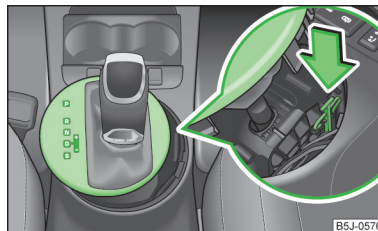

Fig. 112
- Con un dito premere il componente in plastica di colore giallo nella direzione indicata dalla freccia » fig. 112.